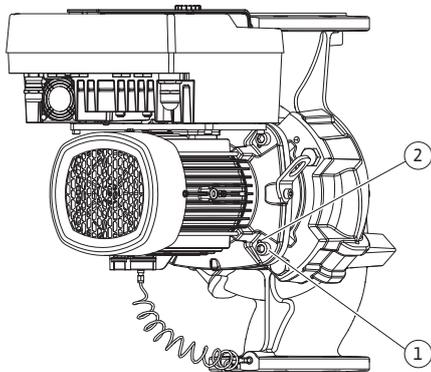

Fig. 10: Borttagning av instickssatsen via gänghålerna
5. Tryck bort instickssatsen (se Fig. 4) från pumphuset. Använd de två gänghålerna (se Fig. 10). Skruva in M10-skruvar av lämplig längd i gänghålerna för att lossa fästet.
5. Lossa differenstrycksgivarens hållplatta (Fig. I, pos. 13) från motorflänsen genom att lossa skruven (Fig. I och Fig. III, pos. 10). Låt differenstrycksgivaren (Fig. I, pos. 8) med hållplatta (Fig. I, pos. 13) hänga på tryckmätningssledningarna (Fig. I, pos. 7). Koppla vid behov från differenstrycksgivarens anslutningskabel i elektronikmodulen.
6. Tryck bort instickssatsen (se Fig. 4) från pumphuset. Använd de två gänghålén (se Fig. 10). Skruva in M10-skruvar av lämplig längd i gänghålén för att lossa fästet.
8. Lossa de två fastsittande skruvarna på skyddsplattan (Fig. I, pos. 27) och ta bort skyddsplattan.
9. För in en blocknyckel med nyckelvidd på 18, 22 eller 27 mm i lanternans öppning och håll fast axeln mot nyckelytan (Fig. I, pos. 16). Dra ut pumphjulsmuttern (Fig. I, pos. 21). Pumphjulet (Fig. I, pos. 21) dras automatiskt bort från axeln. Använd en avdragare vid pumphjul av gjutning.
10. Beroende på pumptyp lossar du skruvarna (Fig. II, pos. 10 a) eller (Fig. II, pos. 10 b).
11. Lossa lanternan från motorcentreringen med en tvåarmsavdragare (universalavdragare) och dra bort den från axeln. Den mekaniska tätningen (Fig. I, pos. 25) tas bort samtidigt. Se till att lanternan inte hamnar snett.
12. Om den mekaniska tätningen har skadats trycker du ut motringen (Fig. I, pos. 26) ur fästet i lanternan. Placera en ny motring i lanternan.